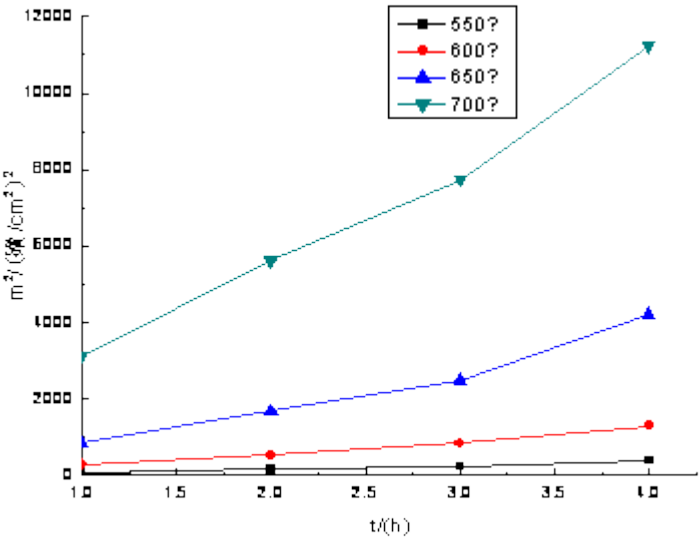

图 8-2 重量增量平方与时间关系图
(1) 导出合适的反应速度方程；(2) 计算其活化能。
解：(1) 将重量增量平方对时间 t 作图，如图 8-2 所示。由图可知，重量增量平方与时间呈抛物线关系，即符合抛